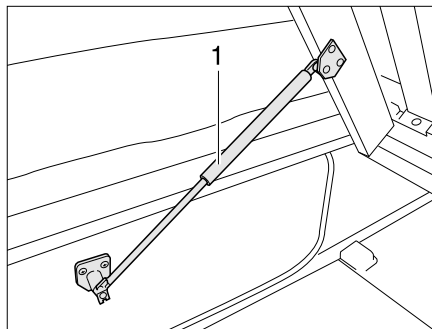

Fig. 57 Lit fixe
- Soulever le sommier à lattes. Les ressorts à pression de gaz (Fig. 57,1) maintiennent le sommier à lattes en position ouverte.